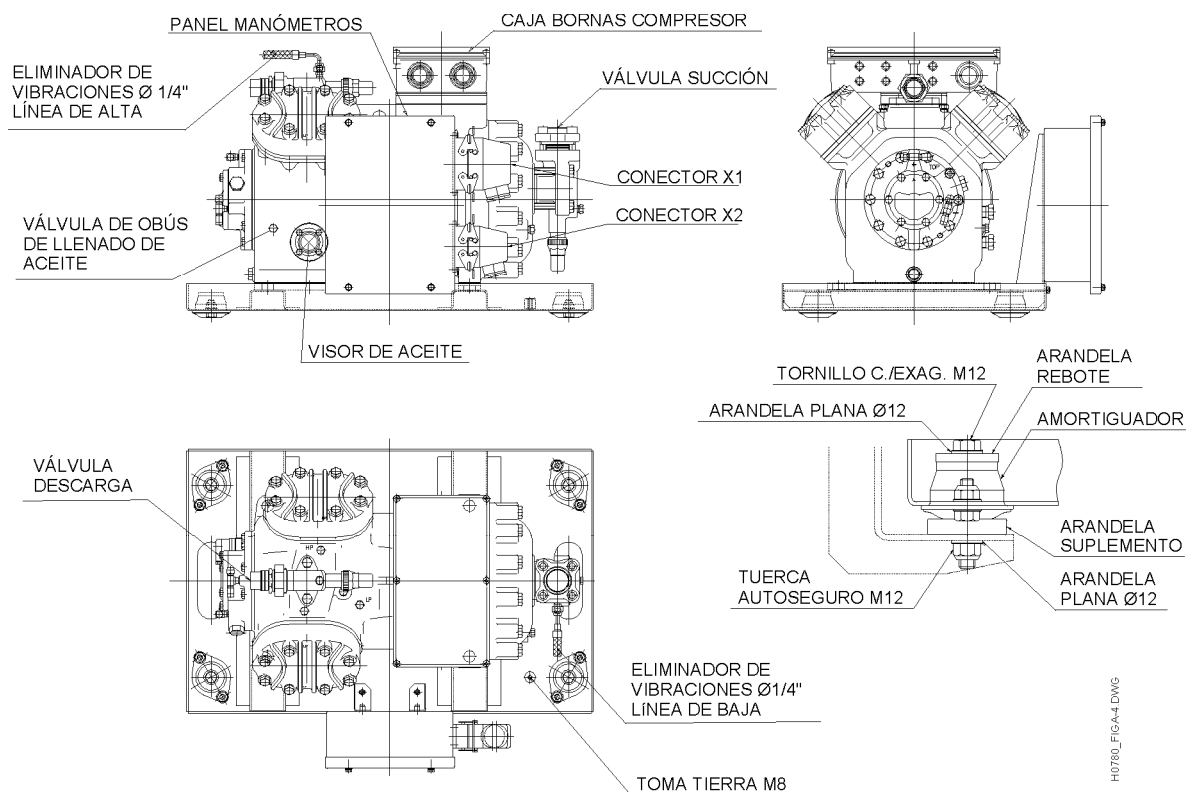

Figura A-4. Grupo compresor
A.3.1 Grupo Compresor (Figura A-4)